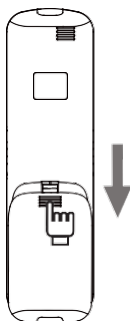

Figura 2.6
1) Faça deslizar a tampa da bateria na parte traseira do comando remoto na direção indicada pela seta (Figura 2.6);